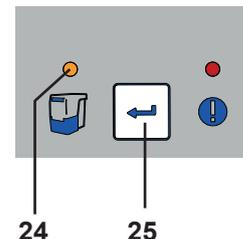

Fig. 11
- ◆ Se stinge indicatorul pentru sertarul de praf (24).
**i** **Dacă sertarul de praf nu este golit, indicatorul pentru sertarul de praf va rămâne aprins (24, Fig. 11). Când aparatul este oprit/pornit, acesta va emite un semnal acustic pentru a reaminti că sertarul de praf trebuie golit.**